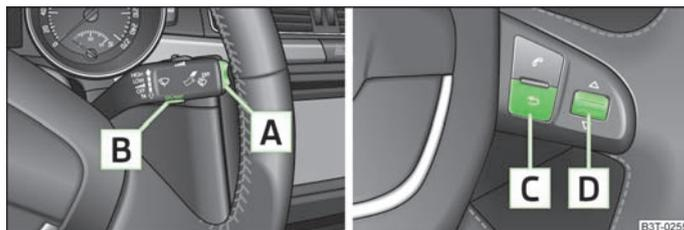

Fig. 8 Display informazioni: Elementi di comando sulla leva del tergicristallo / elementi di comando sul volante multifunzione
- » Attivare il **Main menu (Menu principale)** tenendo premuto per più di 1 secondo il tasto a bilico **A** » fig. 8.
- » Attivare il **Main menu (Menu principale)** tenendo premuto per più di 1 secondo il tasto a bilico **C** » fig. 8.